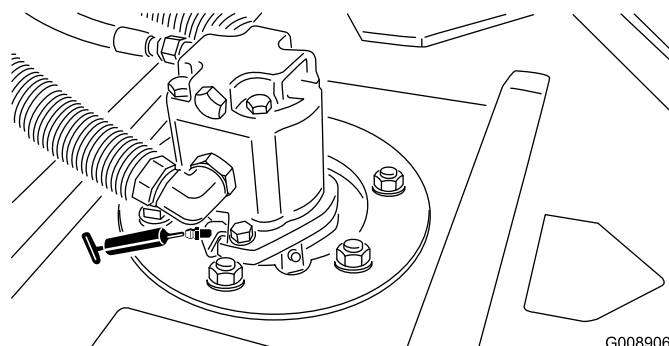

Figura 42
- Bielas do eixo da unidade de corte (1 por unidade de corte) (Figura 42)